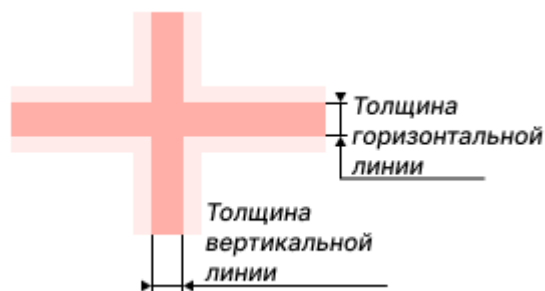

Рис. 179 Толщины линий аппертуры
- Толщина горизонтальной линии – значение может быть задано в диапазоне 0 – 99 мм с шагом 0,1 мм. Значение толщины горизонтальной линии не может быть больше, чем значение высоты апертуры (Толщина горизонтальной линии \leq Высота), см. Рис. 179.